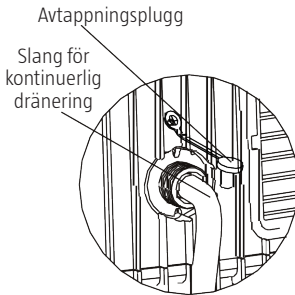

Fig. 22
- Avlägsna dräneringspluggen på apparatens baksida och anslut en slang. Dra slangen till lämpligt avlopp (fig. 22 och 23).